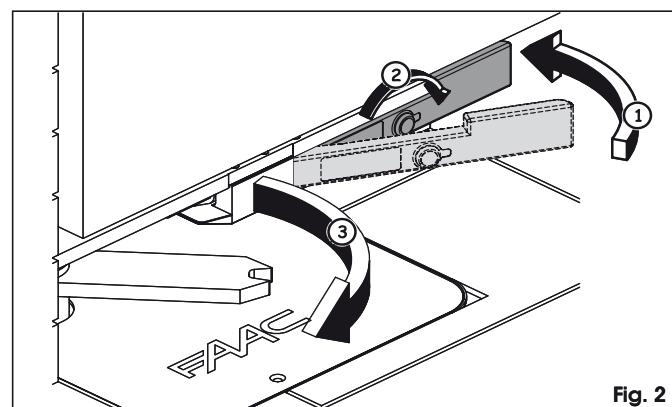

Fig. 2
- Hebel wieder eindrücken (Abb. 2 Bez. ①)
- Schlüssel in das Schloß einstecken und bis zum Anschlag gegen die Pfellerrichtung drehen (Abb. 2 Bez. ②)
- Torflügel manuell betätigen, bis das Elektroschloß in den Verriegelungsbügel einrastet (Abb. 2 Bez. ③)